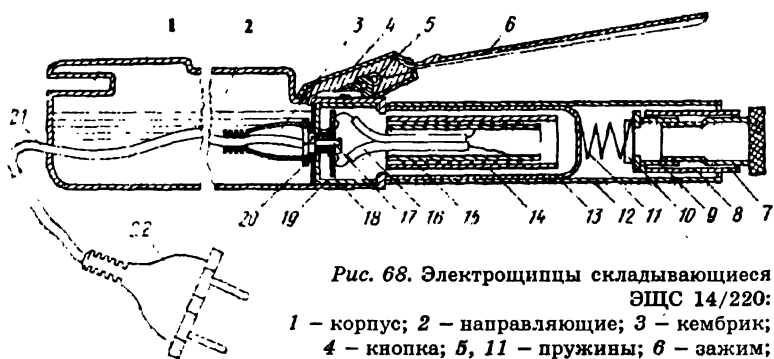

Рис. 68. Электрощипцы складывающиеся ЭЩС 14/220:
**Электрощипцы.** Электрощипцы паровые предназначены для завивки волос (рис. 68). Электрощипцы состоят из корпуса 1, выполненного из пластмассы. В корпусе имеются направляющие ползки 2, по которым перемещается весь механизм прибора для уменьшения его габаритов. В рабочем положении механизм фиксируется кнопкой, располо-